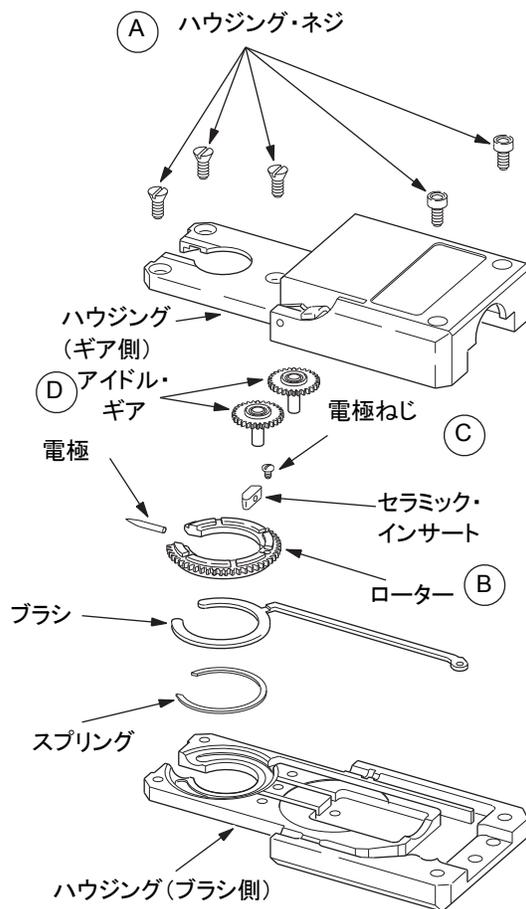
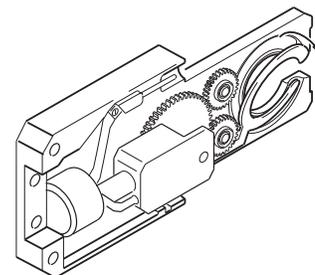
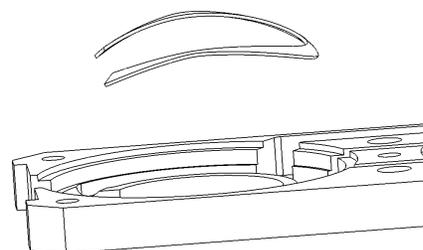

図 29: マイクロ・ウェルド・ヘッド・コンポーネントの取り外し／クリーニング(シリーズ 4)
図 30: ウェルド・ヘッド・ブラシを持ち上げてクリーニングを行う
図 31: スプリングの再取り付け
以下の手順に従って、シリーズ4のマイクロ・ウェルド・ヘッドの分解およびクリーニングを行ってください。各部品につきましては、図29、図30、図31をご参照ください。
2. ウェルド・ヘッド・ハウジングからネジを 5 本取り外します(図 29 の A)。
4. ローターをブラシ側のハウジングから持ち上げて、取り外します(図 29 の B)。
5. 電極固定ねじを緩め、電極およびセラミック・インサートを取り外します(図 29 の C)。
8. 2 個のアイドル・ギアを取り外し、損傷がないか検査します。必要であれば交換してください(図 29 の D)。
10. 図 30 のように、マイクロ・ウェルド・ヘッドを固定します。ブラシ側のハウジングからブラシをゆっくりと持ち上げて(図を参照)、外側に数度まわします。
注意：下方に曲がっている側をハウジング側に向け、スプリングをブラシ・ポケットに取り付けてください(図 31)。
注意：電極ねじを上向きにして、ローターをブラシに取り付けてください(図 29)。